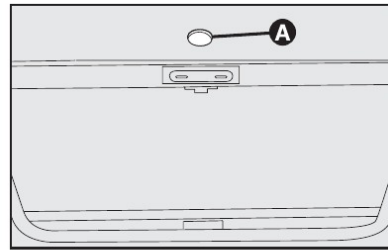

fig. 101
**1** - remover a tampa de proteção **A-fig. 101** localizada na região central do revestimento interno, entre as duas persianas.